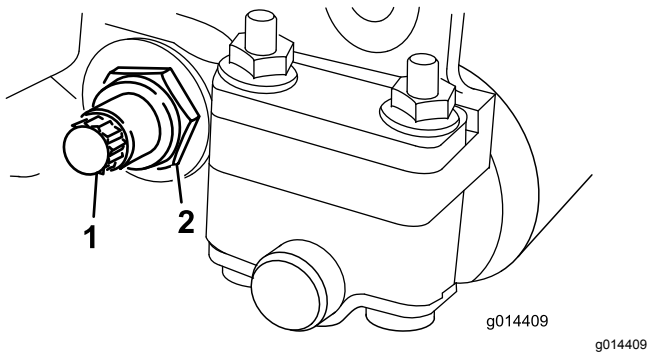

图 14
3. 在机器的另一侧松开固定底刀架螺栓图 14 的锁紧螺母。
4. 拆下两个底刀架螺栓向下拉动底刀架并从滚刀组上拆下来图 14。